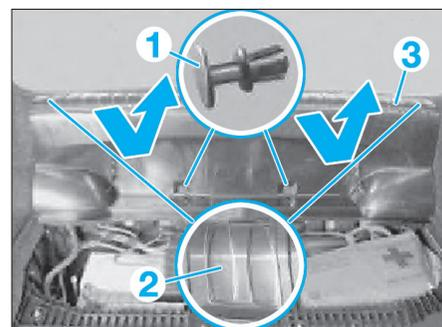

Fig. 38
- Défaire les rivets expansibles (1) (Fig.38).
- Dégager le cache (2) et dégrafer la vis située en dessous.
- Extraire le cache (3) dans le sens de la flèche.